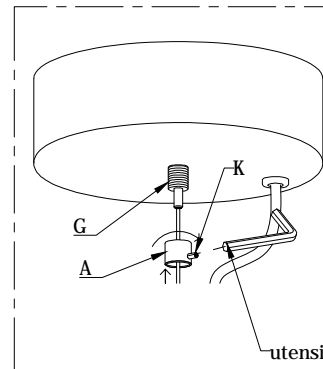

Fig. 2
- Appoggiare il rosone al soffitto. Avvitare con cura il particolare (A) , al bloccacavo (G) . ( FIG. 2).
- Avvitare il grano di sicurezza (K) ( Fig. 2).
- Place the canopy in the ceiling. Screw with care the particular (A), the block cable (G). (Fig.2).
- Screw the safety screw (K) (Fig.2).